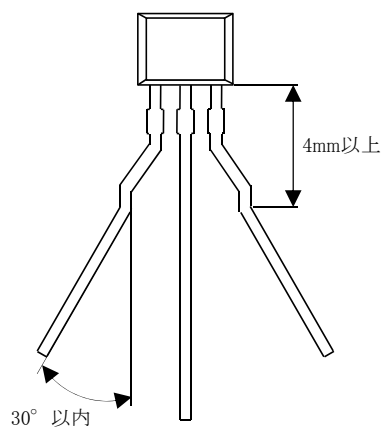

図 1. リードを横方向に曲げる場合
- (1) 電極リードへのストレスが加わらないような専用治具を御用意いただくか、あるいは先の細長いラジオペンチ 2 本を用意し、1 本のラジオペンチでリード上の折り曲げ点とトランジスタ本体との間のリード部分をはさみ、もう 1 本のラジオペンチで、残りのリードをはさんで折り曲げてください。
- (2) リードを横方向に曲げるときは、図 1 のようにリードの細い部分か、又はトランジスタ本体から少なくとも 4mm 以上離れた点で折り曲げ、その角度は 30° 以下にしてください。